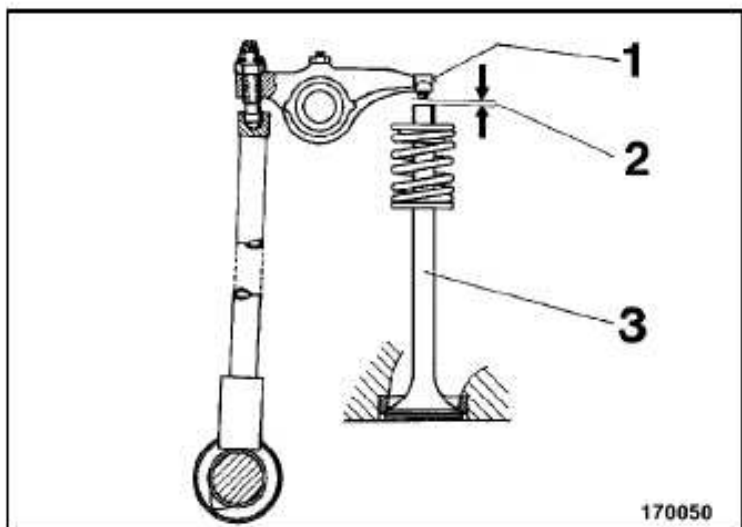

Fig. 126
- Controlar el juego de válvulas 2 (Fig. 126) entre la leva del balancín (1) y válvula (3) con una galga de espesores.